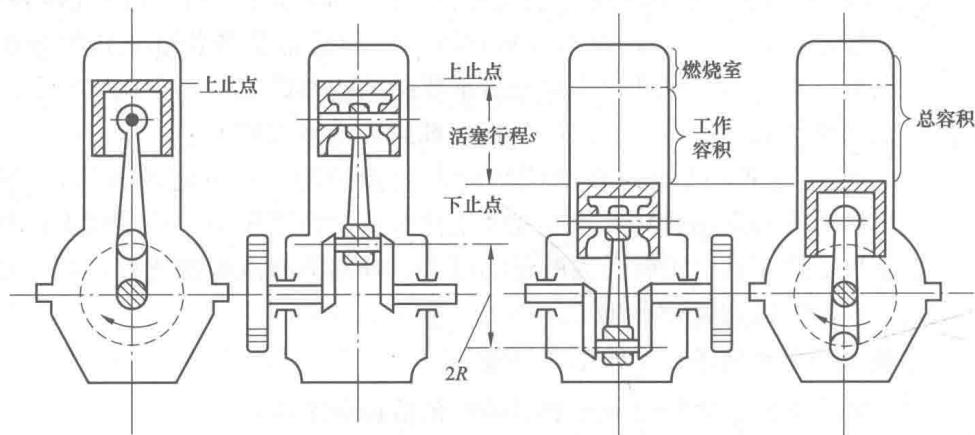

图 1-9 发动机常用术语
(2) 汽车发动机常用术语。发动机常用术语如图 1-9 所示。